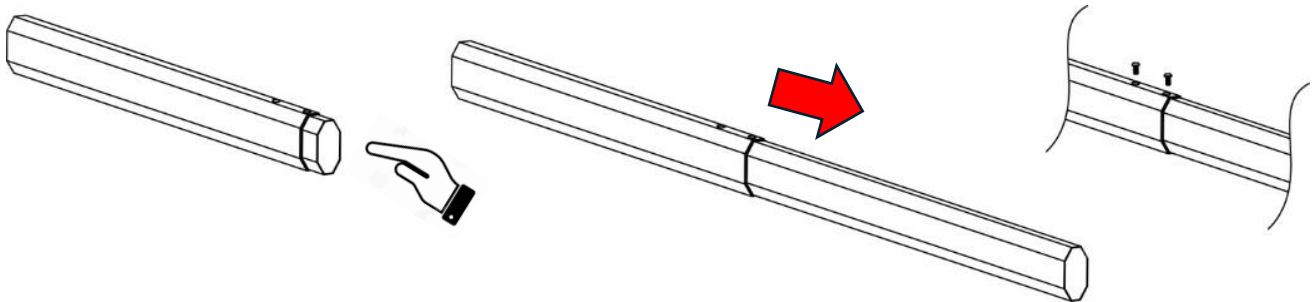

Figura 1 Unir el brazo principal con el brazo secundario mediante 2 tornillos
- Extraer el primer brazo de la pluma principal y fíjelo con 2 tornillos como se muestra en la figura 1.